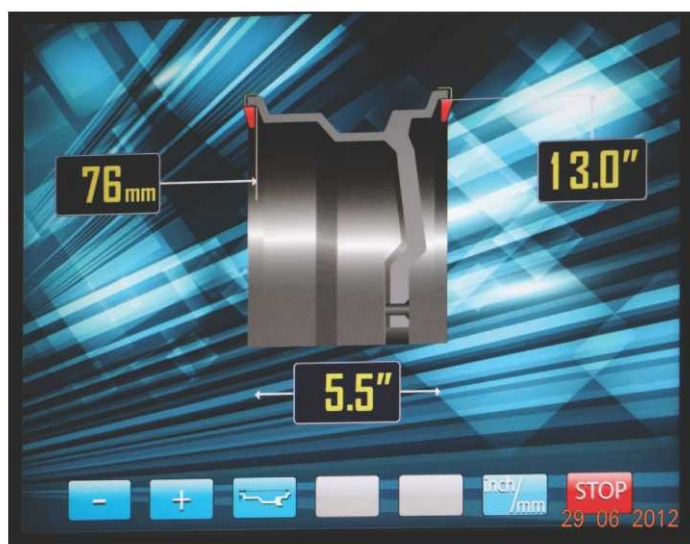

рис.10.2.
При включении питания СБ автоматически устанавливаются исходные параметры « d » и « b », записанные в памяти СБ, которые можно проконтролировать, нажимая кнопку A , d , b кнопка 3 на рис.10.2.
В этом режиме функционируют кнопки «-» и «+» для ввода ширины диска, а также для коррекции диаметра диска и дистанции от корпуса СБ до колеса, если требуется их ручная коррекция. Переключение кнопок «-» и «+» для коррекции диаметра и дистанции осуществляется кнопкой A, d, b (кнопка 3 рис.10.2), при этом корректируемая величина выделяется красным цветом, кроме того кнопка A, d, b позволяет перейти к экрану ввода геометрических параметров из экрана основного рабочего режима.
11.2.1. Введите геометрические параметры колеса как описано в п. 10.2 или 10.4. На экране ввода геометрических параметров отображается стандартная балансировка грузами на пружинках рис.10.2 или 10.4.